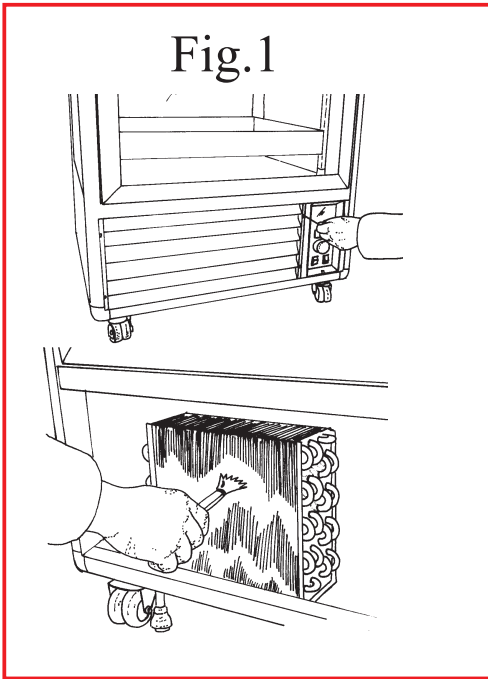

Fig. 1
1. Togliere l'alimentazione elettrica, agendo sull'interruttore generale e sfilando la spina dalla presa. 2. Togliere le viti di fissaggio della griglia laterale sinistra e rimuovere la griglia stessa. 3. Con un pennello eliminare lo strato di pulviscolo dalle alette del condensatore. 4. Con l'aspirapolvere togliere la polvere residua. 5. Rimontare la griglia e ripristinare l'alimentazione elettrica (vedi fig. 1).
1. Switch off the appliance by turning off the power switch and pulling the plug out of the socket. 2. Unscrew the screws attaching the left grille and then remove it. 3. Remove the dust from the condenser's fins using a paintbrush. 4. Use a vacuum cleaner to remove any remaining dust. 5. Refit the grille and switch on the electricity supply (see figure 1).
1. Schalten Sie den Strom ab, indem Sie den Hauptschalter betätigen und den Stecker aus der Steckdose ziehen. 2. Befestigungsschrauben des linksseitigen Gitters lösen und dasselbe herausnehmen. 3. Mit einem Pinsel den Staub von den Lamellen des Kondensators entfernen. 4. Mit einem Staubsauger den restlichen Staub beseitigen. 5. Gitter wieder einbauen und die Stromversorgung wieder herstellen (siehe Abbildung 1).
1. Sluit de elektriciteit af door op de algemene schakelaar te drukken en vervolgens de stekker uit het stopcontact te halen. 2. Neem het rooster aan de linker zijkant weg, na de schroeven te hebben verwijderd. 3. Verwijder met een kwastje het stoflaagje op de koelribben van de koelinstallatie. 4. Zuig het overige stof met een stofzuiger weg. 5. Plaats het rooster terug en schakel de elektriciteit weer in (zie fig.1)
5. Volte a montar a grelha e ligue novamente a alimentação eléctrica (ver a fig. 1).
1. Slå från eltilförseln med huvudströmbrytaren och dra ut kontakten ur uttaget. 2. Lossa fästskruvarna på det vänstra sidogallret och ta bort detta. 3. Avlägsna dammlagret från kondensorns flänsar med en pensel. 4. Dammsug bort resterande damm mellan flänsarna. 5. Sätt tillbaka gallret och anslut utrustningen till elnätet (se fig. 1).
1. Afbryd for strømmen ved slukke for hovedafbryderen og ved at trække stikket ud. 2. Afmonter skruerne der holder den venstre siderib og fjern ribben. 3. Fjern støvlaget fra kondensatorens vinger med en pensel. 4. Benyt en støvsuger for at fjerne resten af støvet. 5. Montér ribben igen og tænd for strømmen (Jvf. fig. 1).